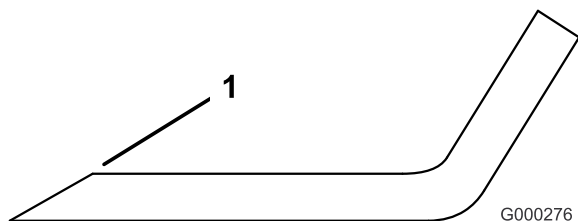

図 102
- 全部のブレードの切っ先を丁寧に点検する。切っ先が鈍くなっていたり欠けていたりした場合には研磨する。研磨は刃先の上面だけに行い、刃の元々の角度を変えないように十分注意する（図 102）。ブレードの左右を均等に削れば、バランスを狂わすことなく研磨を行うことができる。